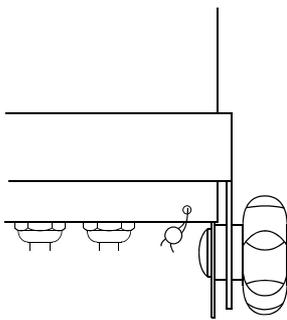

Рис.20 Наружная свинцовая пломба.
- 6 Выполните пломбирование весов с помощью свинцовой пломбы, как показано на Рис.20.